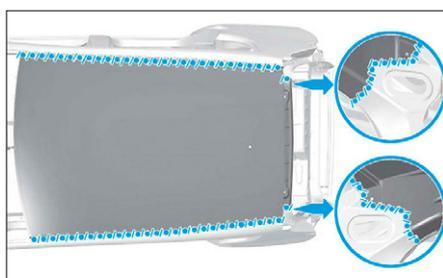

FIG. 127
- une couche d'impression phosphatante sur les zones mises à nu (Fig.127),